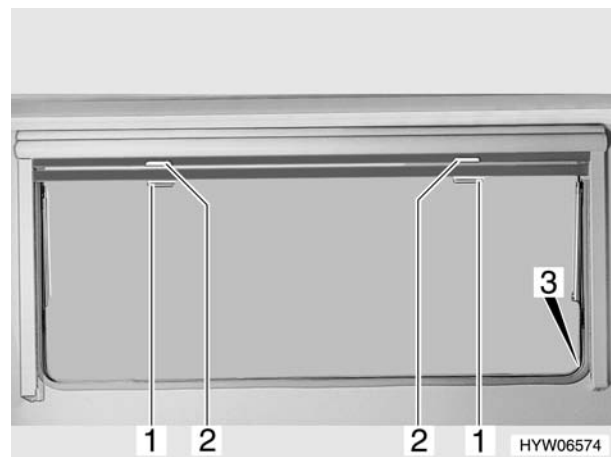

Fig. 54 Finestra apribile (variante 1)
- Tirare verso il basso l'oscurante a rullo accompagnandolo con la maniglia (Fig. 54,2). Quando si chiude completamente l'oscurante a rullo esso va agganciato da entrambi i lati del telaio della finestra nell'apposito elemento di fissaggio (Fig. 54,3).
- Quando l'oscurante a rullo è completamente chiuso: spingere la maniglia (Fig. 54,2) verso il basso ribaltandola leggermente in avanti. Sganciare l'oscurante a rullo dagli elementi di fissaggio a destra e a sinistra del telaio della finestra.
- Tirare la maniglia (Fig. 54,1) della zanzariera a rullo verso il basso e agganciarla all'elemento di fissaggio (Fig. 54,3) su entrambi i lati del telaio della finestra.
- Spingere la maniglia (Fig. 54,1) verso il basso ribaltandola leggermente in avanti. Sganciare la zanzariera a rullo dagli elementi di fissaggio a destra e a sinistra del telaio della finestra.